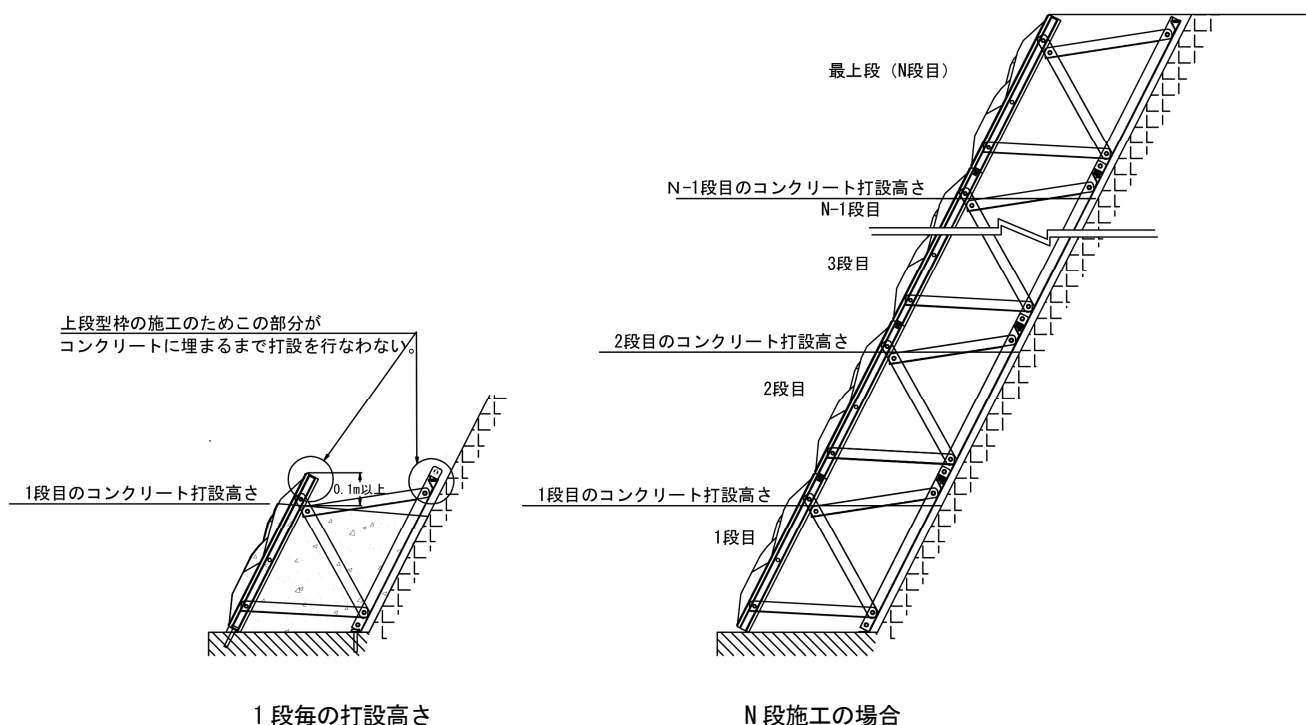

図 11. コンクリート打設高さ
- ・ 打継ぎは、デコメッシュ枠材上部で打ち止めると次回打設時に上部枠材周りでコンクリートが充填され難くなる場合があるため、上部枠材から 0.1m 以内は打ち止めないようにする (図 11)。